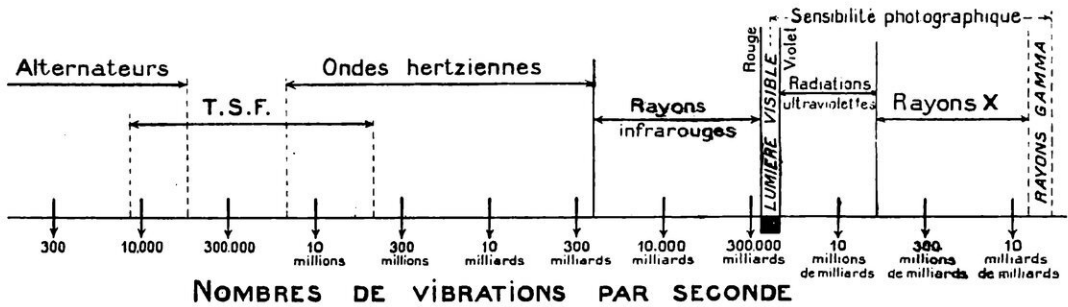

FIG. 11. — LES DIFFÉRENTES MODALITÉS DE L'ÉNERGIE RAYONNANTE
disposé au centre de la bobine; admettons, de plus, qu'on puisse rendre les inversions du courant dix millions de millions de fois plus fréquentes. Eh bien! nous aurons réalisé, dans l'espace commun aux deux appareils, une source de lumière jaune, émettant des ondes capables d'impressionner la rétine... Est-il bien utile de faire remarquer que la réalisation de courants aussi rapidement variables est une utopie irréalisable? Mais il suffit d'avoir les plus élémentaires notions de T. S. F. pour se rendre compte que c'est ainsi — ou à peu près ainsi — qu'on monte un poste émetteur d'ondes hertziennes. Ce qui nous fait pressentir déjà la nature foncièrement identique de ces deux modalités du rayonnement, comme le montre plus en détail la figure 11.
Pour résumer en quelques mots les résultats qui viennent d'être rappelés, la lumière est une forme *très particulière* de l'énergie rayonnante, de nature identique à celle des ondes hertziennes, des rayons infrarouges (ou chaleur rayonnante), des radiations ultraviolettes, des rayons X et des rayons gamma, émis par les substances radioactives (fig. 11). Et l'énergie rayonnante n'est que de l'énergie électromagnétique se propageant à travers l'espace avec une vitesse, toujours la même, de 300.000 kilomètres par seconde. Ce qu'on entend par « rayon » est la trajectoire décrite par l'énergie ; quant à l'intensité du rayonnement, elle est sous la dépendance directe du maximum des valeurs des champs électrique et magnétique qui constituent l'onde, tout
3^o Enfin, le rayonnement provoque des effets chimiques, et cette parenté entre l'énergie rayonnante et l'énergie chimique est si étroite que Jean Perrin s'est appuyé sur elle pour proposer une théorie séduisante (1), qui renferme une certaine part de vérité. C'est sur ces phénomènes, dits photochimiques, qu'est fondée la photographie, et, par suite, le cinématographe. C'est grâce à la photochimie que l'atmosphère reste respirable, puisque les plantes, au soleil, absorbent le gaz carbonique, le transforment en amidon et rejettent l'oxygène. Enfin, la vision elle-même est un phénomène photochimique, qui a son siège dans la rétine ; l'œil humain est aveugle pour l'immense majorité des radiations électromagnétiques (fig. 11), et, même pour la lumière visible, sa sensibilité est très inégale : maximum pour le jaune, elle s'annule pour le rouge et le violet extrêmes. A tel point que, en ce qui concerne la formation des images, le savant allemand Helmholtz a pu dire avec quelque raison que l'œil est un mauvais instrument d'optique. Mais il faut ajouter, pour sa défense, que l'œil voit les étoiles de sixième grandeur, ce qui correspond à la perception d'une énergie tellement minime que, si elle était absorbée par un milligramme d'eau, l'opération devrait se poursuivre pendant deux mille siècles pour que la température de ce milligramme d'eau s'élevât d'un degré !